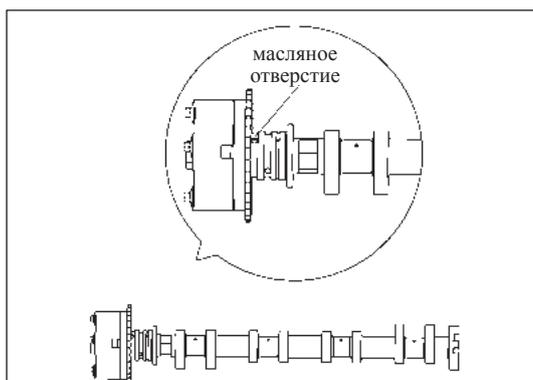

Рис. 12-4-6. Проверка муфты системы VVT-i
- (3) Проверка успокоителя и направляющей цепи
- (4) Проверка звездочки распределительного вала выпускных клапанов и муфты системы VVT-i
- ① Установить распределительный вал впускных клапанов вместе с муфтой системы VVT-i, закрепить шестигранную часть распределительного вала и закрыть все отверстия для масла клейкой лентой кроме отверстия под углом запаздывания (как изображено на рис. 12-4-6).